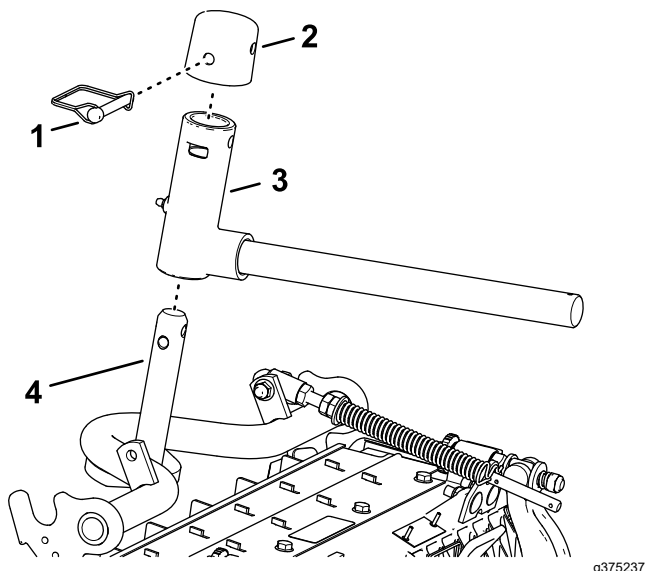

Figura 20
2. Monte el brazo giratorio en el pivote del bastidor de tiro (**Figura 20**).